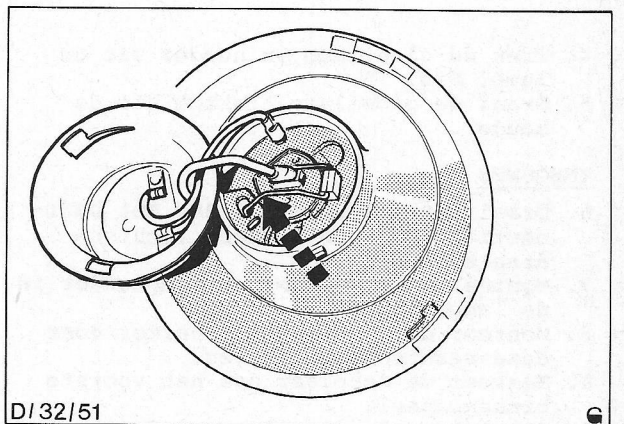

Fig. 12. Losmaken van de verende klem.
4. Maak de verende klem los van de koplamp. Fig. 12.